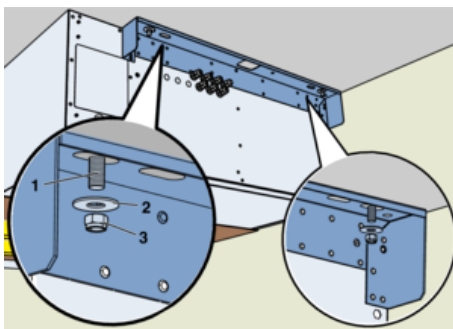

Abb. 9: Gerät an der Decke befestigen
6. ▶ Gerät an den Decken-Gewindestangen (Abb. 9/1) mit Karoseriescheiben (Abb. 9/2) und selbstsichernden Muttern (Abb. 9/3) befestigen, so dass es noch etwas bewegt werden kann.